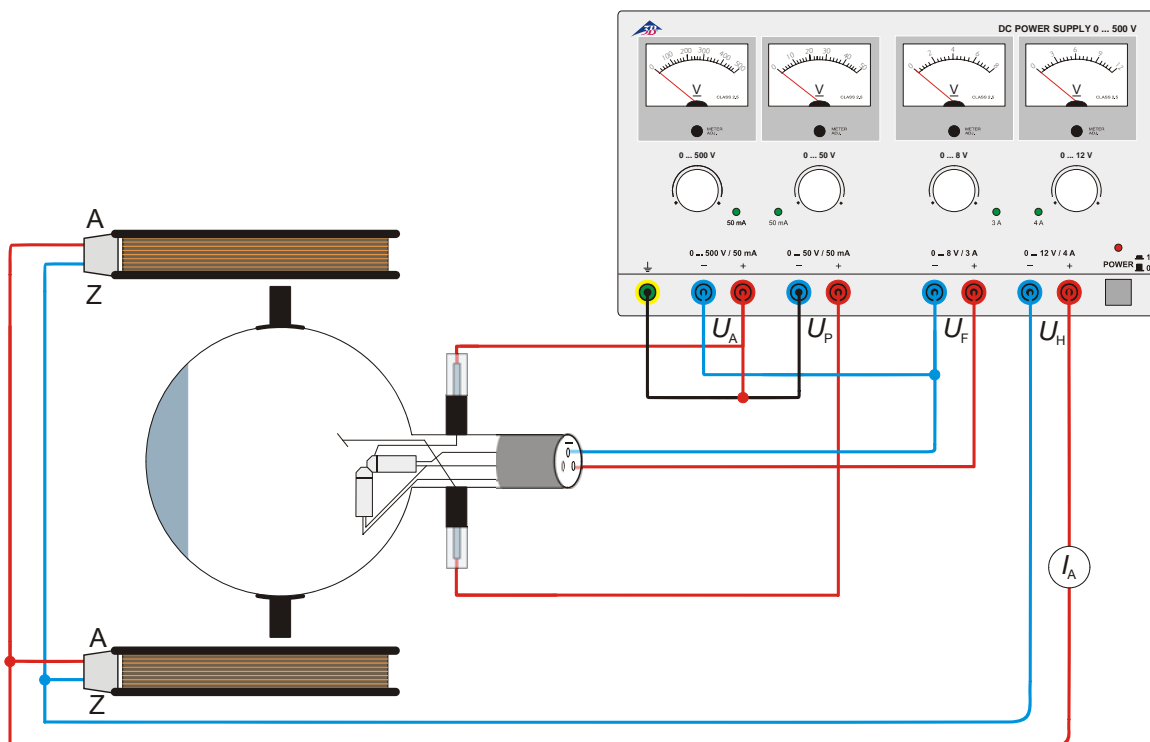

Fig. 5 Bestimmung von e/m mittels der senkrechten Elektronenkanone
- Beschaltung der Röhre gemäß Fig. 5 vornehmen.